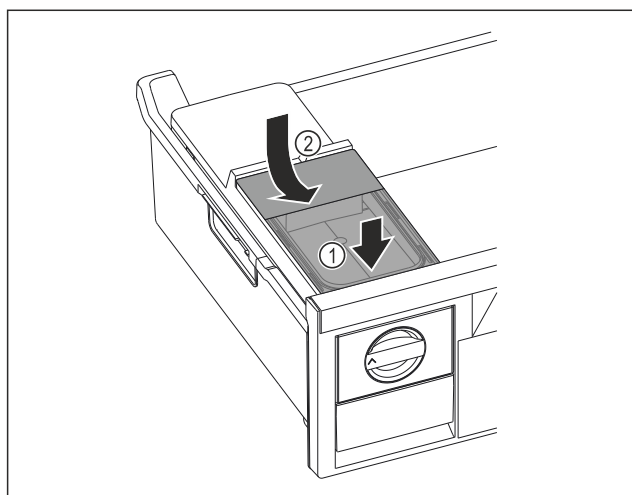

Fig. 68
- ▶ Collegare il serbatoio dell'acqua alla parte anteriore. Fig. 68 (1)
- ▶ Abbassare il serbatoio dell'acqua posteriore. Fig. 68 (2)